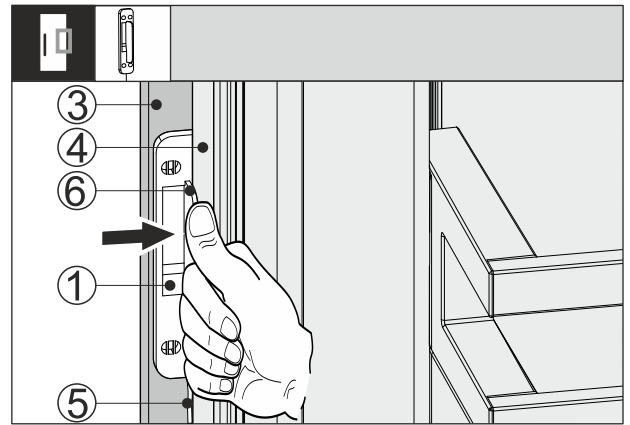

Fig. 66
- ▶ Просуньте датчик постукування Fig. 66 (1) між фасадом меблів Fig. 66 (3) і дверима пристрою Fig. 66 (4) так, щоб кабель Fig. 66 (5) був трохи натягнутий. Упор Fig. 66 (6) датчика постукування прилягає до дверей пристрою Fig. 66 (4).
- ▶ Притисніть датчик постукування Fig. 66 (1) до фасаду меблів Fig. 66 (3).
- ▷ Датчик постукування Fig. 66 (1) приклеєно. Приклеювання датчика постукування оптимізує передачу сигналу постукування.
Постійна фіксація датчика постукування Fig. 66 (1) збільшує термін служби.
- ▶ Прикрутіть датчик постукування Fig. 66 (1) до фасаду меблів Fig. 66 (3) за допомогою гвинтів, що входять до комплекту постачання.